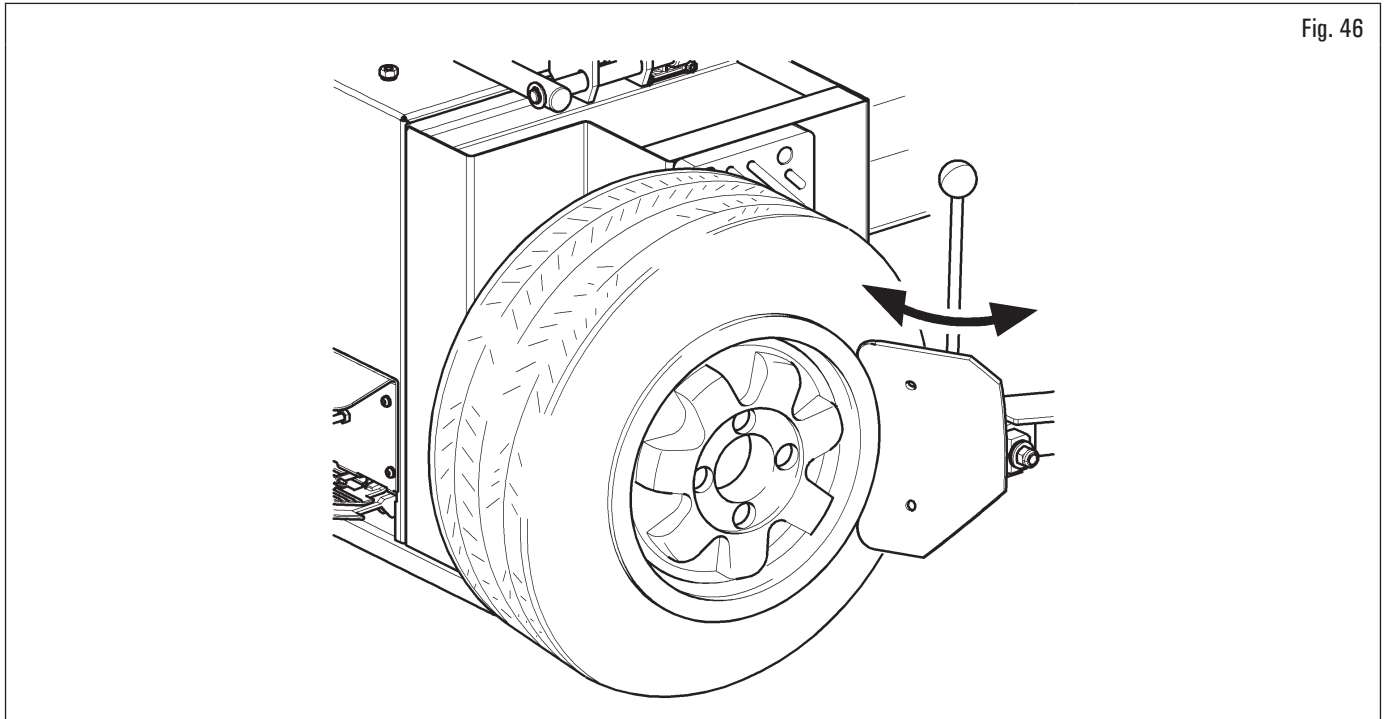

Fig. 46
1. positionner la roue comme indiqué sur la Fig. 46 et approcher la palette décolle-pneus au bord de la jante ;